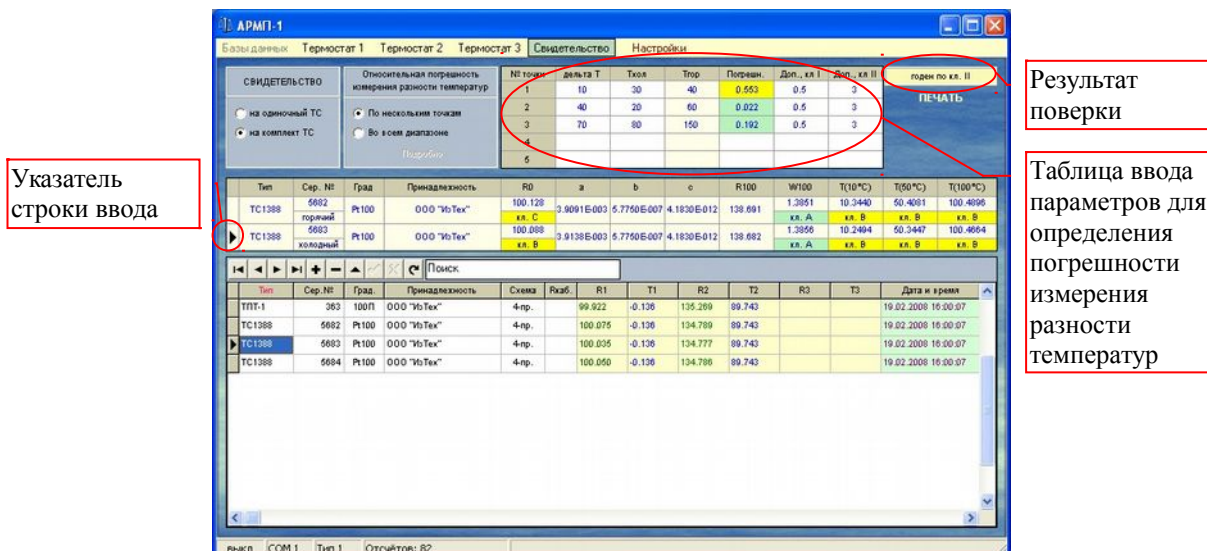

Рис. 5
2.4.4 Если выбран комплект ТС, то при помощи «Указателя строки ввода», необходимо ввести данные «горячего» и «холодного» ТС. Рис. 5.